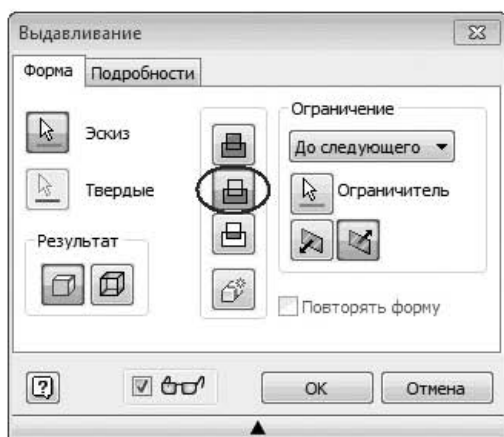

Рис. 9.84. Диалоговое окно команды Выдавливание
14. Создайте отверстия в печатной плате. Для этого войдите в режим редактирования платы на месте, щелкнув правой кнопкой мыши на имени компонента, в контекстном меню выберите команду Правка . Выделите плоскость платы — рядом с курсором появится значок команды Создать эскиз . Спроецируйте отверстия в уголках на плату Эскиз ▶ Рисование ▶ Преобразование геометрии . Вырежьте их командой Модель ▶ Создать ▶ Выдавливание , включив параметр Вычитание (рис. 9.84). Активизируйте кнопку Эскиз и укажите вырезаемые элементы, щелкнув внутри окружностей отверстий.